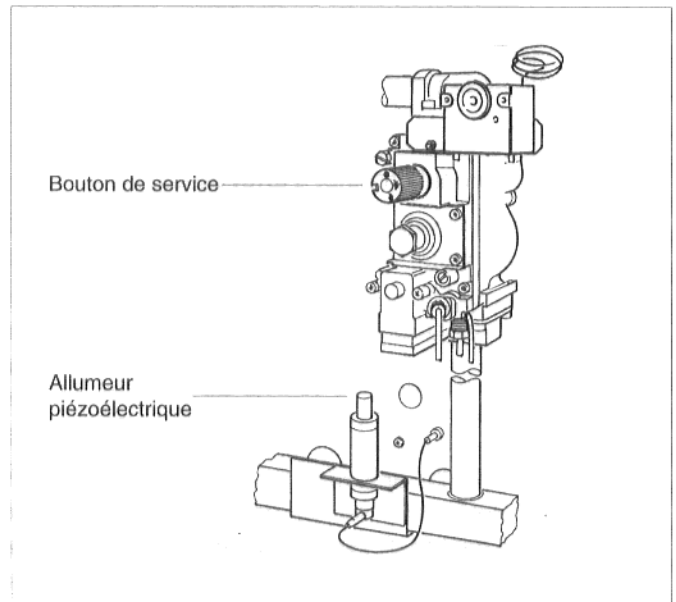

Fig. 2
- Appuyer sur le bouton de service du bloc gaz du brûleur et le maintenir enfoncé. En même temps, appuyer plusieurs fois sur l'allumeur piézoélectrique (fig. 2). L'étincelle ainsi provoquée allume la veilleuse. Relâcher le bouton de service après environ 1/2 minute et vérifier que la veilleuse est bien allumée.